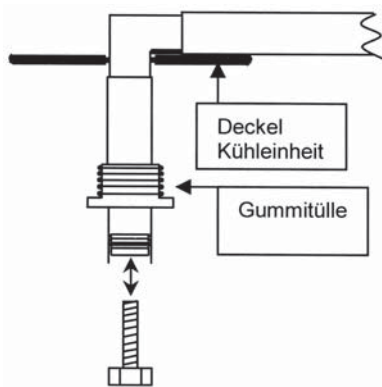

Abb. 20: Wasserablauf
- Entfernen Sie die Gummitülle des Wasserablaufs aus der Revisionsklappe des Geräts (s. Abb. 20).